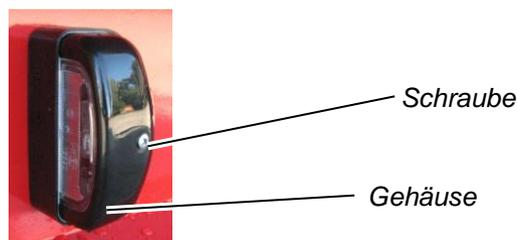

Abbildung 68: Kennzeichenleuchte
- ⇒ Schrauben Sie die Schraube aus der Kennzeichenleuchte heraus (siehe Abbildung 68).
- ⇒ Ziehen Sie das Gehäuse ab (siehe Abbildung 68).